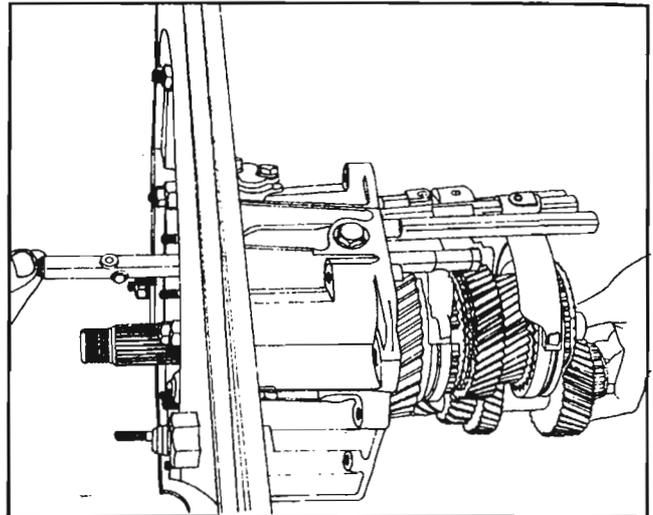

Fig. 99
Inserte la varilla selectora desde abajo a través de la palanca selectora (108), alineando los rodillos con el estriado. Después páselo a través de la placa selectora y asegúrese de que la muesca en el extremo indica hacia el fijador (89) (que se instalará más tarde). *Fig. 99*